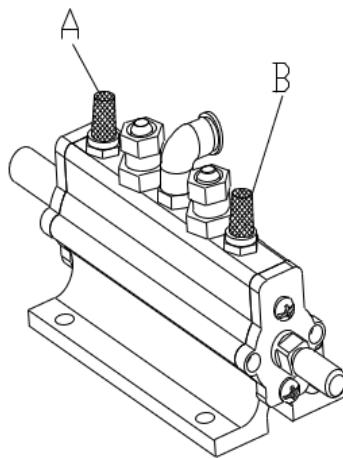

Рис. 11-5
- Если перемещение устройства подъема и наклон колонны происходит слишком медленно, необходимо действовать согласно инструкции ниже (см. рисунок 11-5). Чистка колпака: